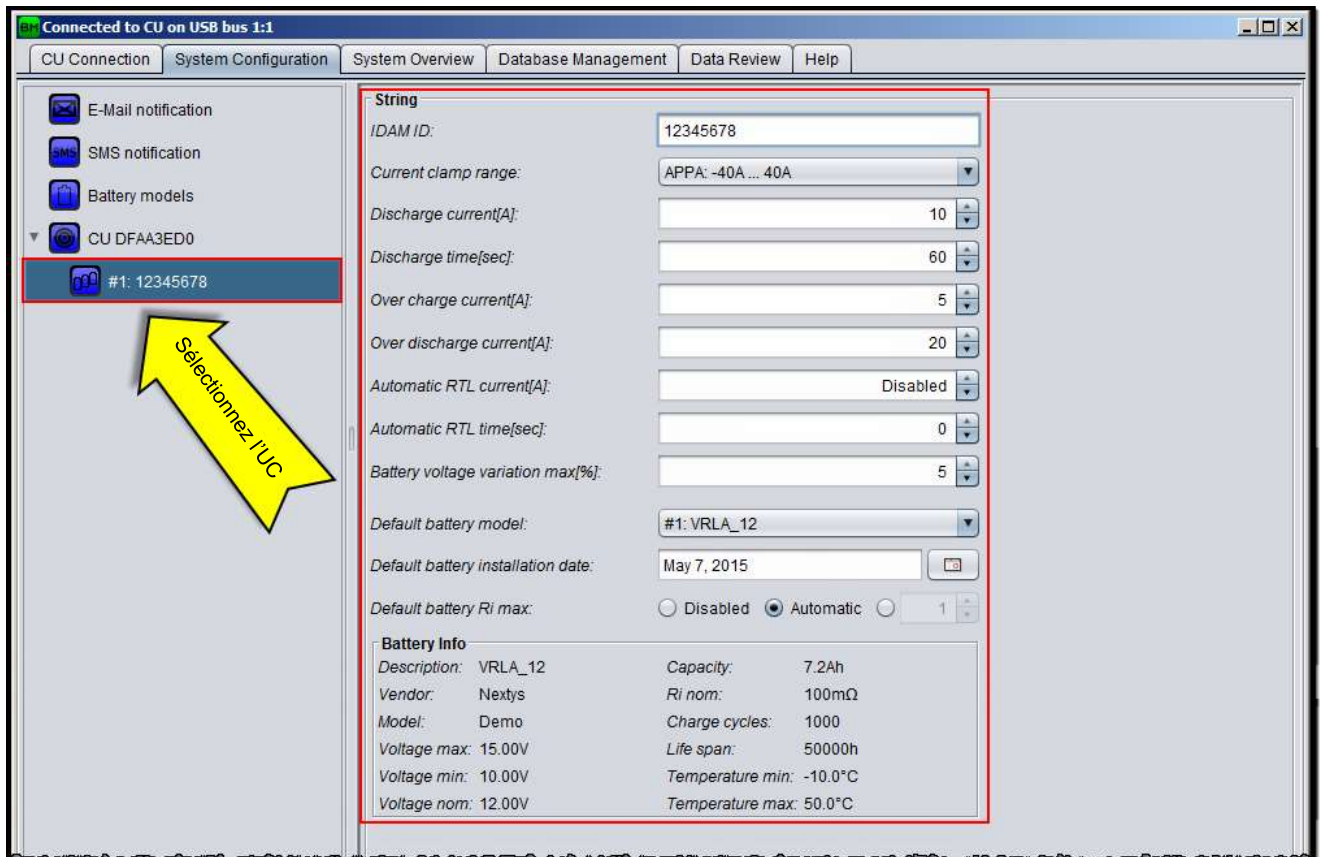

Figure 27 : Configuration d'une chaîne
2. Sélectionnez l'icône de la chaîne ajoutée comme illustré à la Figure 27 et remplissez les champs suivants :
4. Sélectionnez l'icône de la chaîne ajoutée comme illustré à la Figure 27 et remplissez les champs comme expliqué au §7.4.1.